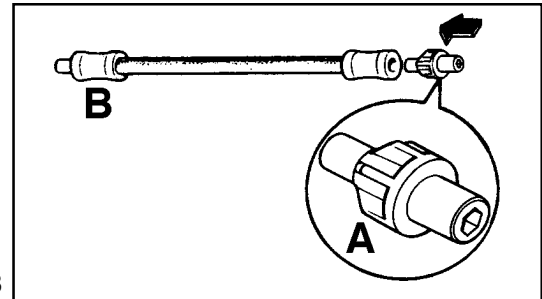

Fig. 18
- Appliquez à l'extrémité de la sonde le raccord "A" (Fig. 18) de façon à ce que le trou hexagonal se trouve à l'extérieur.